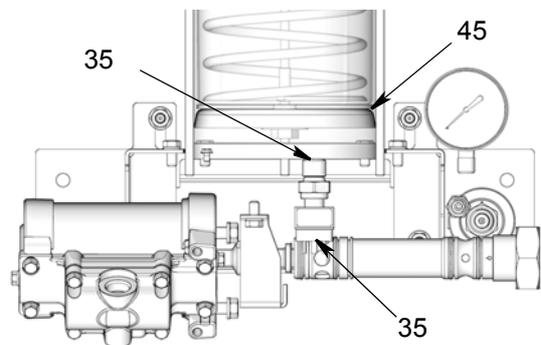

**FIG. 11 Galleggiante basso livello in posizione sollevata**
Quando il serbatoio dell'olio è pieno, il galleggiante del basso livello (37) si porta nella posizione sollevata, come mostrato in FIG. 11.